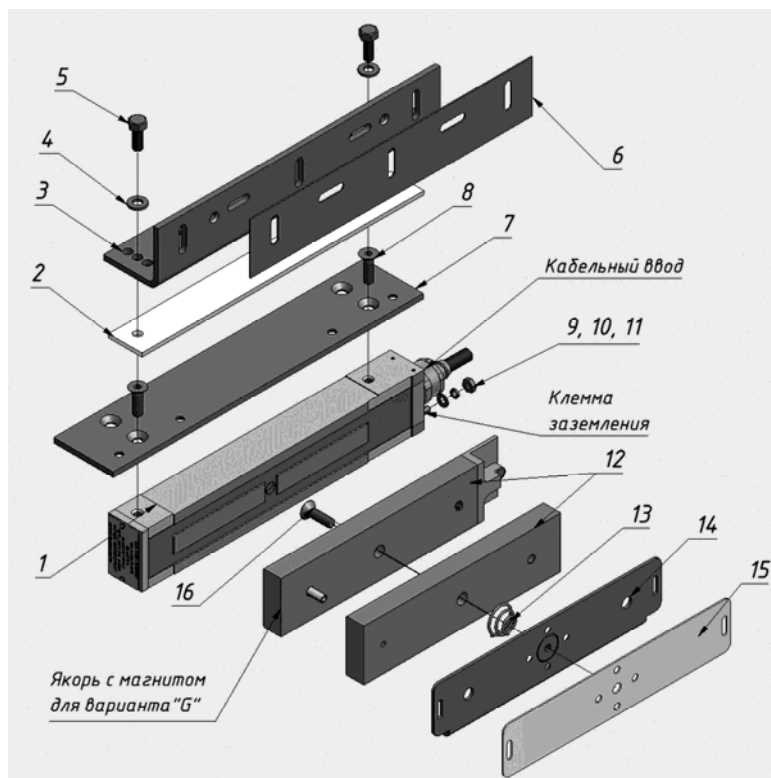

Рис. 1
5.2 Замок состоит из корпусной части, якоря и комплекта для крепления якоря на двери без сверления сквозных отверстий (Рис.1).
5.3 Корпус замка может крепиться при помощи угольника (3) или через монтажную пластину (7) (рис.1). Если позволяет конструкция места монтажа, допускается крепление непосредственно через крепежные отверстия в корпусе замка (резьба М6), длина винтов в этом случае определяется на месте, при этом в тело корпуса винты должны входить не более чем на 10мм.